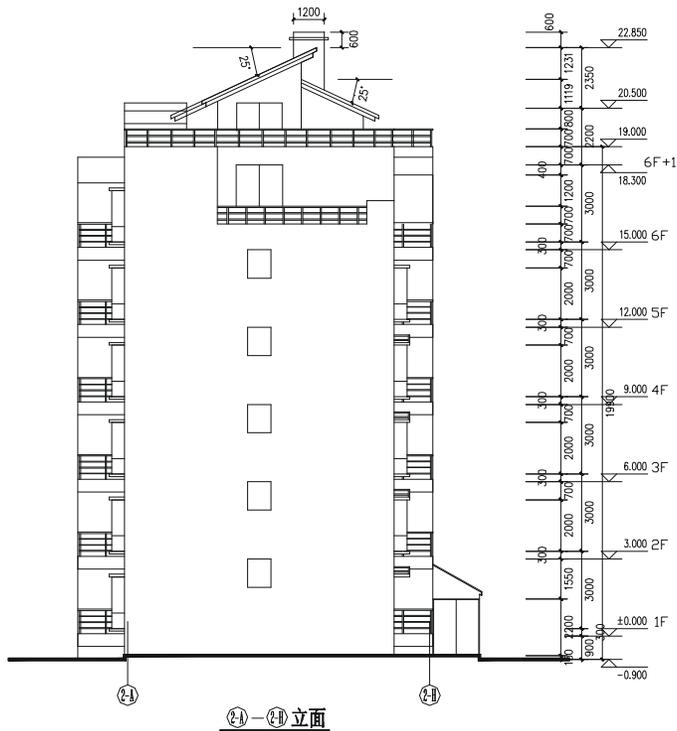

图 12-1-46
绘制 ②-A—②-H 立面图如图 12-1-46 所示,不但要以每一层平面为基础,还要参照前面已绘制好的两个立面。如该立面的边线,就需从平面图中引出辅助线,而门窗等高度就需从绘制好的立面引出辅助线。其绘制的具体步骤如下: